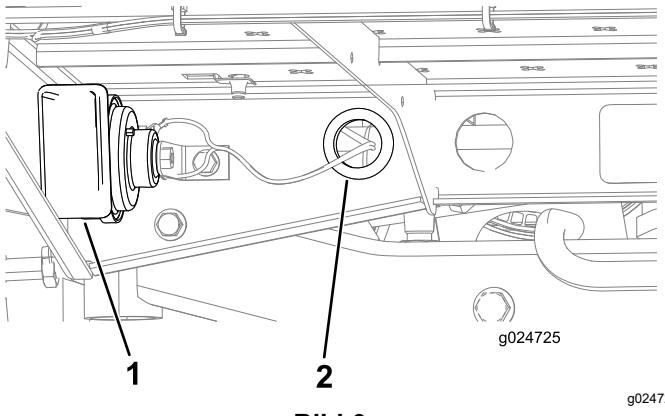

Bild 9
3. Verlegen Sie den Kabelbaum durch die Scheibe am Loch in der hinteren Winkelplattform zur Hupe (Bild 9).